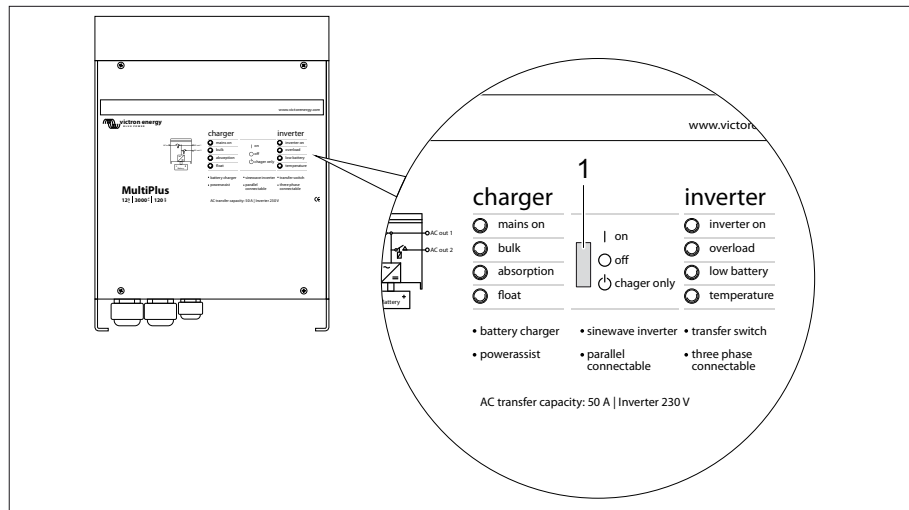

Fig. 242 Convertidor MultiPlus
Para el buen funcionamiento del Panel Digital Multi Control, el interruptor oscilante en el convertidor MultiPlus (Fig. 242,1) debe estar en "on".
#### Posiciones del interruptor oscilante (Fig. 242,1)
- ▷ Si no hay ninguna conexión de 230 V y el vehículo ya no se utiliza, el interruptor oscilante (Fig. 242,1) debe estar en "off". De lo contrario, puede ser que las baterías estén agotadas después de 3-4 días.